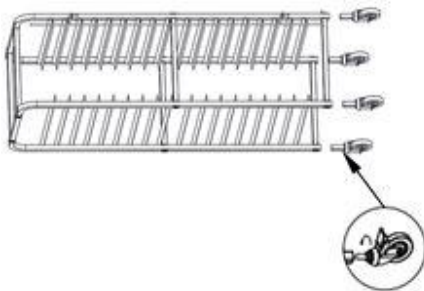

Рис. 2:
10. В завершение вернуть направляющие ролики в квадратные трубки боковых частей. (Рис. 2)